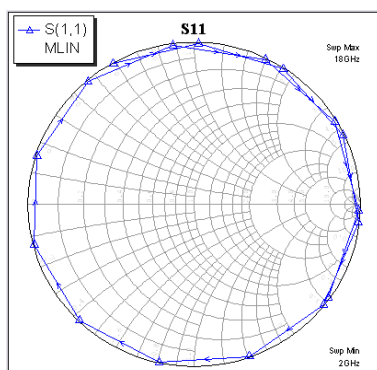

Рис. 8.2
8. Щёлкните по значку **Analyze** на панели инструментов. График показан на рис. 8.2.